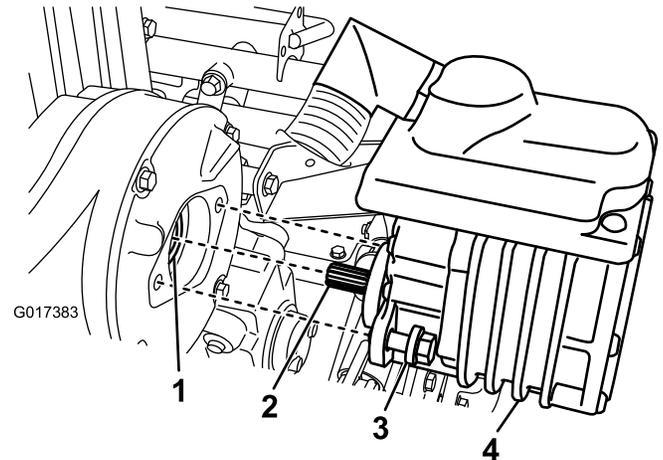

Figura 35
2. Remova os 2 parafusos que fixam a consola à estrutura da transmissão (Figura 35).
4. Adicione uma ou duas injeções de massa lubrificante a partir de uma pistola de lubrificação no acoplador fêmea da caixa de transmissão (Figura 35).